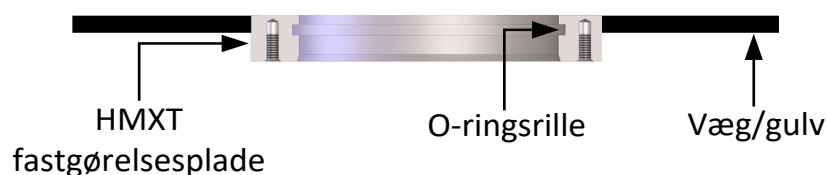

Fig. 14: Flugtmonteret fastgørelsesplade
1. Efter fastgørelsespladen er blevet svejset på plads skal du sikre dig, at den flugter med den interne overflade (Fig. 14).